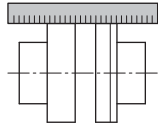

Fig. 11: Contrôle de l'orientation radiale avec une règle
- Le contrôle de l'orientation de l'accouplement radiale peut être également réalisé avec une règle (voir fig. 11).